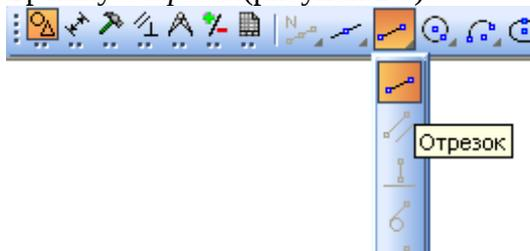

Рисунок 2.5 – Выбор инструмента Отрезок
2. Активизируйте пиктограмму *Отрезок* (рисунок 2.5).